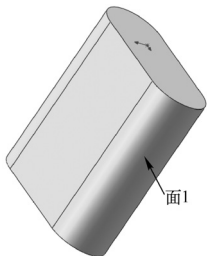

图 4-18 打开的文件实体
2) 设置属性管理器。在“第一参考”列表框中, 选择图 4-18 所示的面 1。在“第二参考”列表框中, 选择右视基准面。“基准